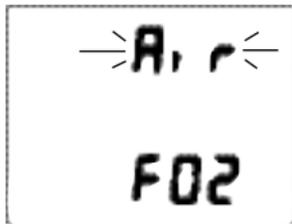

Abb. 20A - EINSTELLEN
- Durch Drücken und Halten des Knopfs S (Seite) während der Set-Point blinkt, wird mit einer Geschwindigkeit von 8 Set-Points pro Sekunde durch die Set-Points von AIR (Luft) (Abb. 20A) über 21 % bis 50 % in Schritten von 1 % geblättert.